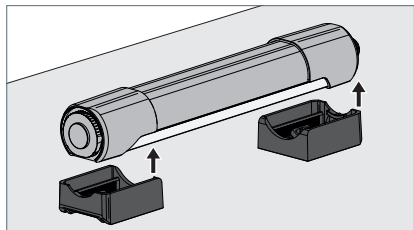

Fig. 8: Rimuovere l'apparecchio.
- ▶ Ruotare l'apparecchio d'illuminazione con il coperchio rivolto verso la superficie di montaggio e rimuoverlo dai supporti, vedi Fig. 8.